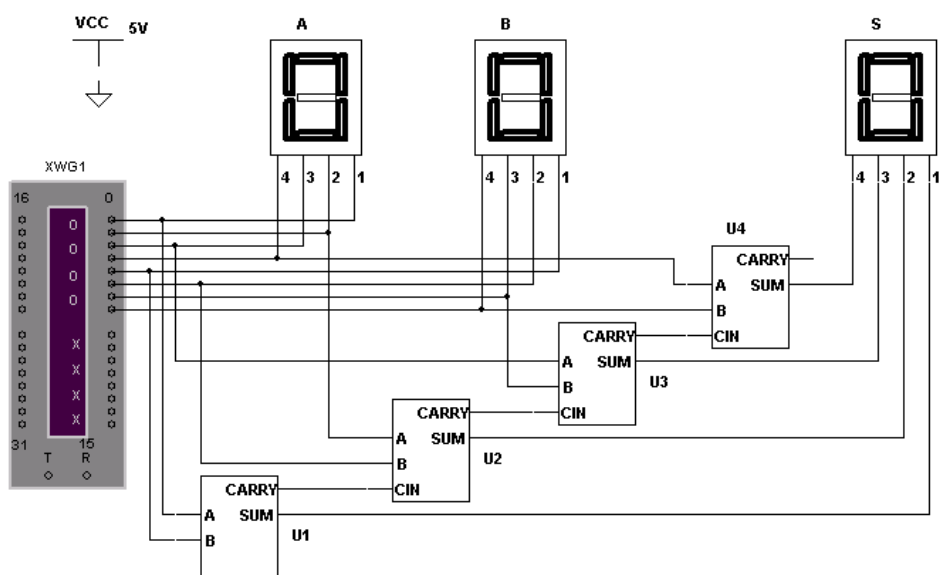

Рис. 1. Схема исследования четырехразрядного сумматора
1. Собрать (нарисовать) схему четырехразрядного арифметического сумматора (рис. 1). Поместить на схему три 16-ричных индикатора и генератор слова.